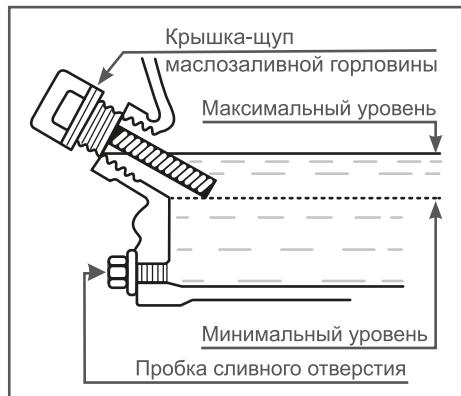

Рис. 5 Проверка уровня масла в картере
Максимальный уровень масла в картере соответствует нижней кромке запливного отверстия (Рис. 5).
- Аккуратно извлеките щуп и осмотрите его. Уровень масла должен соответствовать верхней отметке на щупе. При недостаточном уровне масла в картере необходимо долить чистое масло до верхней отметки на щупе, что соответствует нижней кромке заливного отверстия (Рис. 5).